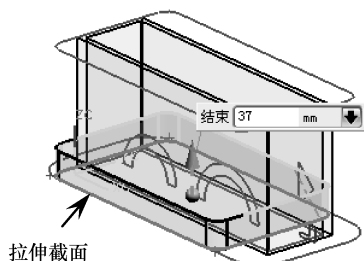

图 4-96 创建台阶拉伸特征
- 03 使用【拉伸】工具，选择如图 4-96 所示的截面，向 +ZC 方向进行拉伸，且拉伸值为 37。